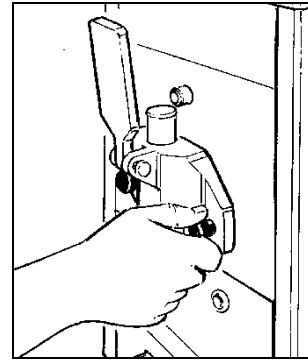

Fig. 7
- Dévisser les boutons de fixation et enlever la bride avant (fig. 7 et 8).